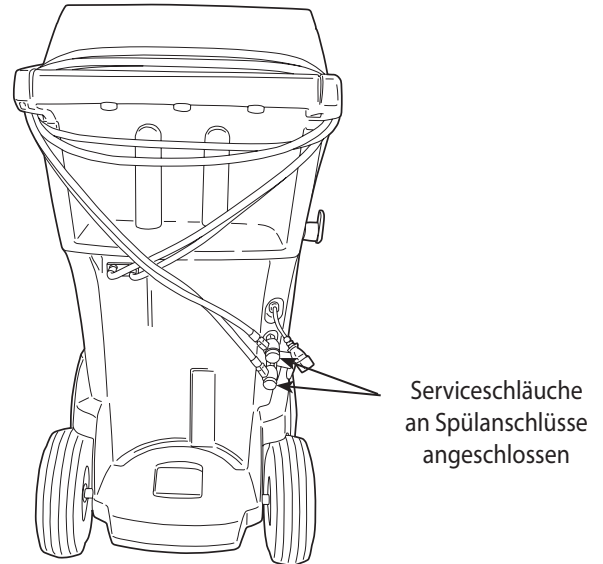

Abbildung 2
2. Schließen Sie nach entsprechender Aufforderung die Serviceschläuche des Gerätes an die Spülanschlüsse an (siehe Abbildung 2).